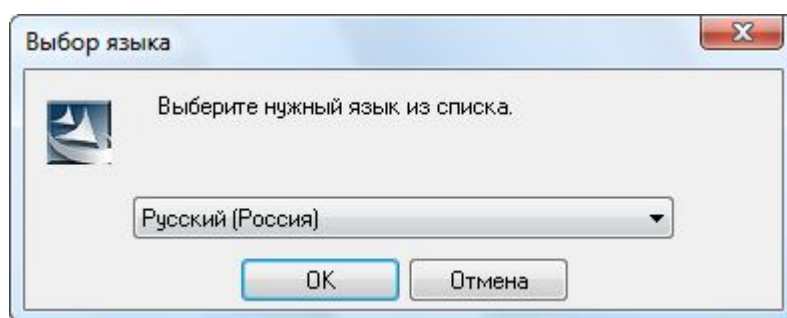

Рис. 6.6-1 Панель выбора языка установки программного комплекса «Авто-Интеллект»
- b. Требуется выбрать язык установки программного комплекса «Авто-Интеллект» (см. Рис. 6.6-1).